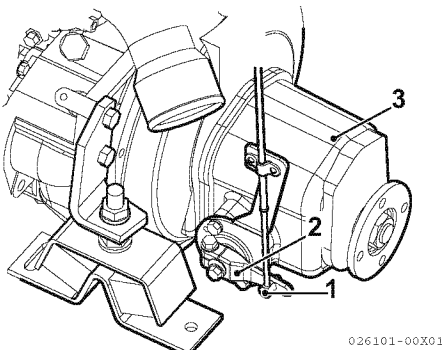
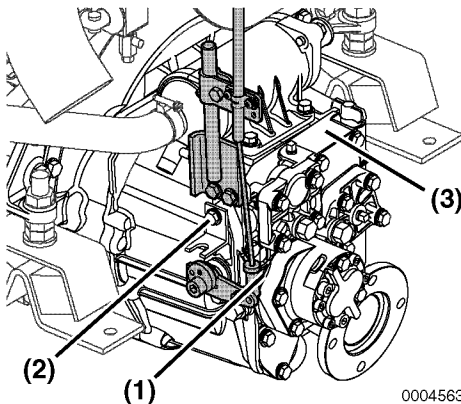

Figura 7
Figura 8
1. Assegure-se de que a alavanca de controlo remoto (**Figura 7, (2)**) ou (**Figura 8, (1)**) se move para a posição correcta quando o manípulo do controlo remoto está nas posições NEUTRO, MARCHA-À-FRENTE e MARCHA-À-RÉ. Utilize a posição NEUTRA como padrão de ajuste.
2. Para ajustar, solte e torne a apertar o encaixe do cabo (**Figura 7, (1)**) ou (**Figura 8, (2)**).